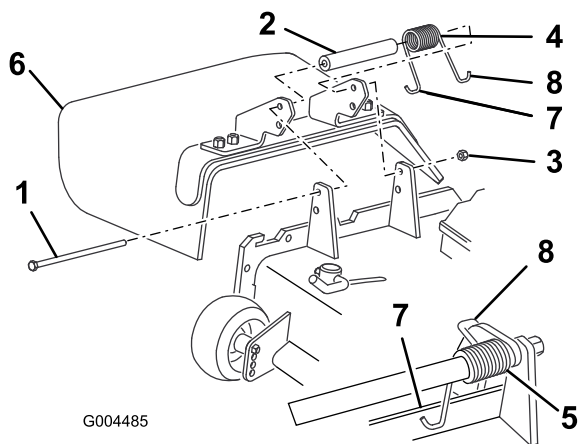

Figura 80
2. Retire a porca de bloqueio, o parafuso, a mola e a cunha que fixam o deflector aos apoios de articulação (Figura 80). Se o deflector de relva estiver danificado ou gasto, retire-o.
- Coloque a anilha e a mola entre os suportes de substituição do deflector de relva (Figura 80). Coloque a extremidade esquerda em gancho J da mola por trás da extremidade da plataforma.
Nota: Certifique-se de que a extremidade esquerda em gancho J da mola está por trás da extremidade da plataforma antes de colocar o parafuso (como se mostra em Figura 80).
- Coloque o parafuso e a porca. Coloque a extremidade direita em gancho J da mola à volta do deflector de relva (Figura 80).